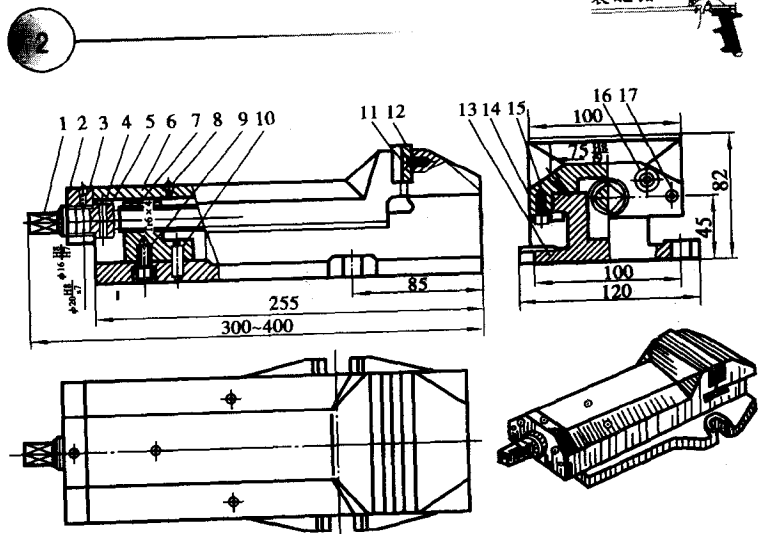

图 1.1 平口钳的装配图
平口钳的装配图,如图 1.1 所示。其技术要求有:
①检查来料尺寸,进行倒角和倒棱。
②按尺寸划线,钻铰  $\phi 3 \sim \phi 6$  的油杯孔。与压板配钻 M6 的螺孔,要求压板与活动钳身外形平齐。
③按图 1.1 开油槽。
④用刮研模板研刮凹面,达到每 25 毫米 × 25 毫米的面积上有 12 ~ 16 个研点。
⑤研刮活动钳身两侧面,达到配入钳座内,滑动轻便和均匀,用 0.04 毫米塞尺在端部检查,其塞入深度不超过 10 毫米,且要求接触点在每 25 毫米 × 25 毫米的面积上有 8 ~ 12 个研点。